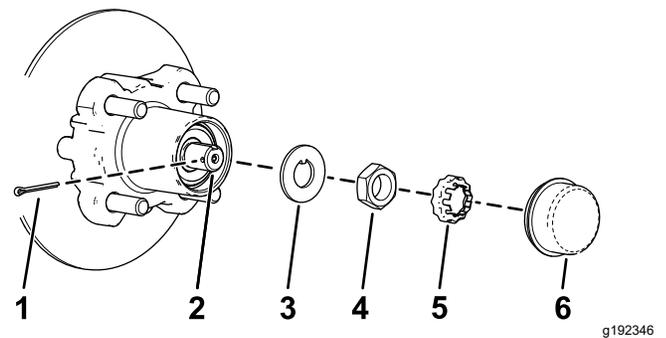
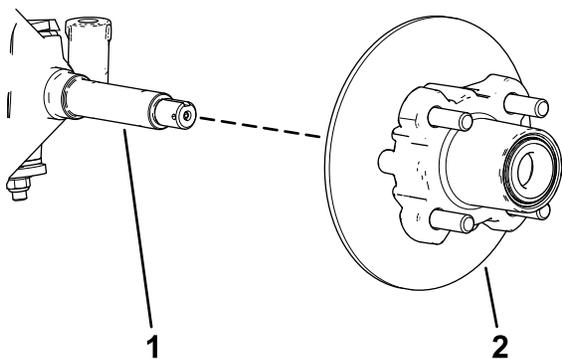

Рисунок 30
Рисунок 31
4. Снимите пылезащитную крышку со ступицы (Рисунок 30).
5. Снимите шплинт и держатель гайки с оси и гайки оси (Рисунок 30).
6. Снимите гайку оси с оси и отделите ступицу и тормозной диск в сборе от оси (Рисунок 30 и Рисунок 31).